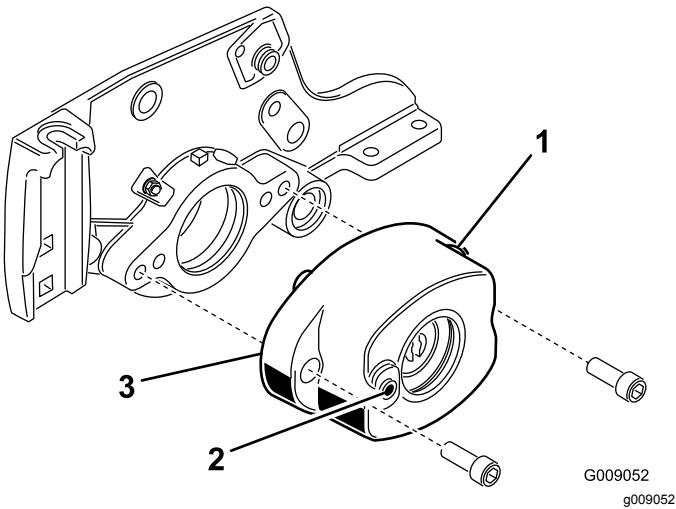

Figura 6
5. Monte el alojamiento del cepillo del rodillo en el alojamiento del cojinete del molinete con 2 pernos de cabeza Allen ($\frac{3}{8}$ " x 1") (Figura 6). Coloque el alojamiento del cepillo del rodillo con el taladro roscado orientado hacia la parte delantera de la unidad de corte.